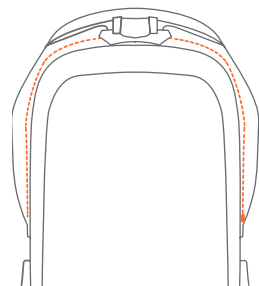

Fig. 9a
- 9) • Asegúrese de que la tela de la sillita esté sujeta al soporte para la sillita. Si la tela de la sillita trae el zíper abierto, envuelva la tela de la sillita por el soporte de la sillita (Fig. 9a) y cierre el zíper de la tela.